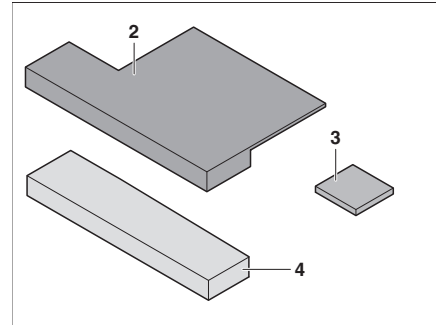

Fig. 188 Cuscino aggiuntivo
- Applicare l'elemento di seduta (Fig. 188,3) sul cuscino aggiuntivo (Fig. 188,2) (con chiusura a velcro).